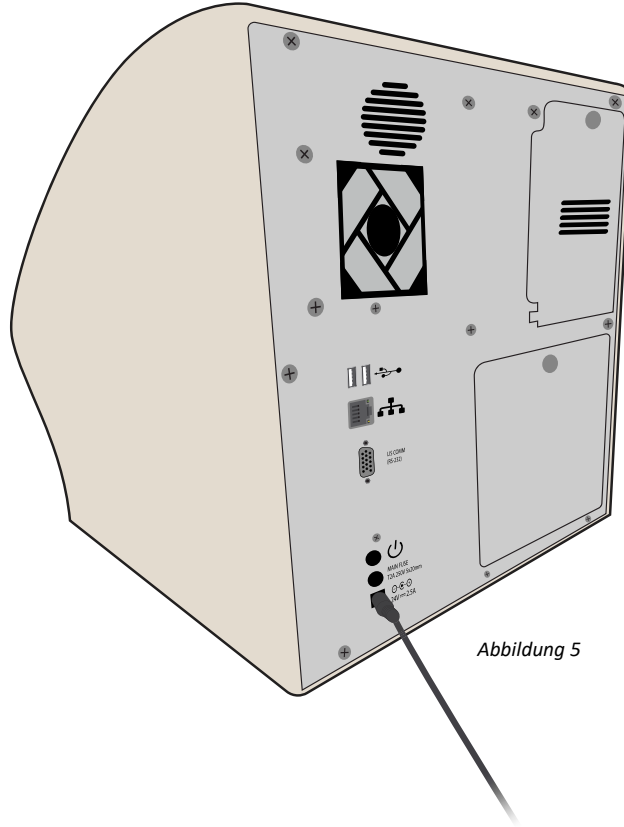

Abbildung 5
3. Schließen Sie das Netzteil an den Netzanschluss auf der Rückseite des Geräts an (Abbildung 5).